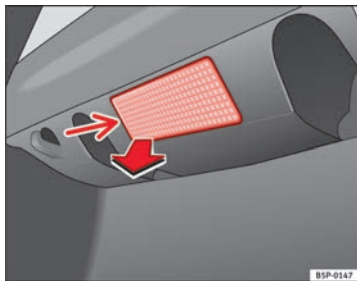

Abb. 166 Gepäckraum-
- Das Lampenglas der Glühlampe durch Druck mit einem Schraubendreher auf dessen Unterkante -Pfeil- abnehmen ⇒ Abb. 166.